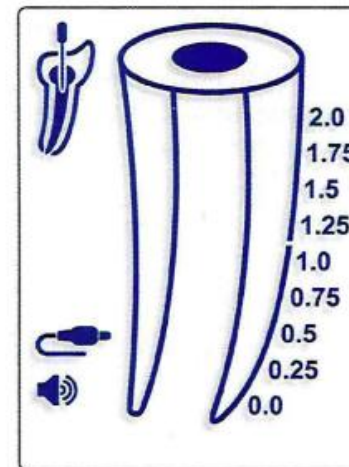

Рис. 3
6.3.5 Внутри маленького изображения зуба появится иконка бурава и раздастся двойной звуковой сигнал (Рис. 3). Отсутствие иконки бурава и звукового сигнала указывает на неисправное соединение. В таком случае отключите измерительный кабель от пациента, проверьте соединения кабеля, прочистите контакт зажима бурава / контактного щупа,